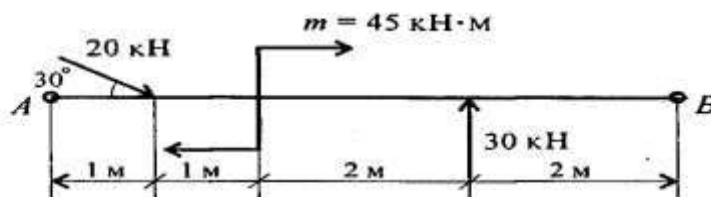

Рис. 6.10
2. Рассчитайте величину суммарного момента сил системы относительно точки А (рис. 6.10).